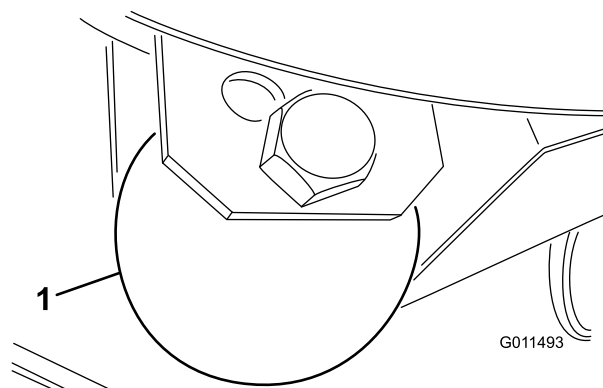

Figura 28
1. Rimuovete il bullone e il dado che fissano la ruota limitatrice alle staffe dell'apparato di taglio (Figura 28).